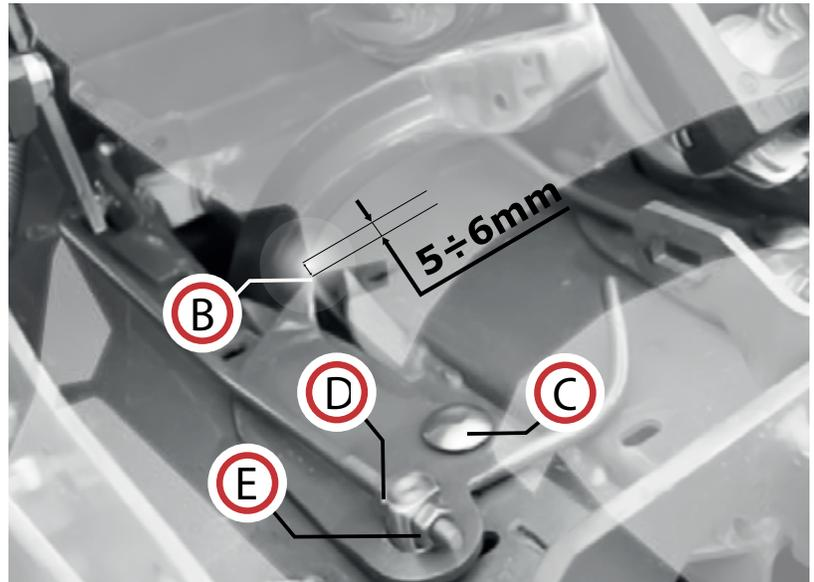

Fig.22
El equipo alimentador de alambre alcanza el mayor rendimiento cuando su extremo (B), que está situado en medio de la abertura, está a una distancia de entre **5 y 6 mm** del borde interior (Fig. 22).